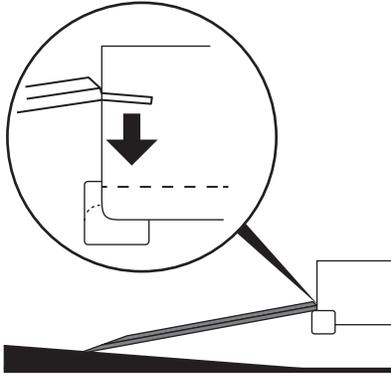

Figure 3-11
4. Placez le rebord des rampes sur l'extrémité du plancher de la camionnette ou de la remorque. Voir Figure 3-11.